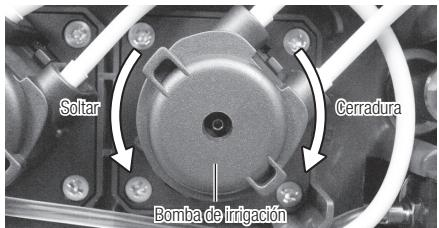

Fig.37
- 5) Gire la bomba de irrigación en sentido antihorario hasta que haga clic y tire de ella. (Fig. 37)
- 7) Alinee la bomba de irrigación de sustitución con el eje del motor. Gire en sentido horario hasta que haga clic. (Fig. 37)